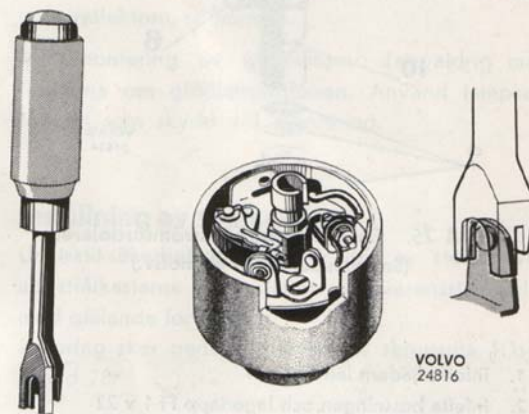

Bild 74. Justering av kontakternas anliggning.
1. Placera resitexbrickan på fördelaraxeln samt ovanpå denna fiberbrickorna, se bild 71. Smörj och placera centrifugalregleringsvikterna på plats. Sätt på låsfjädrarna. Ang. smörjning se bild 74.
5. Har byte av kontakter skett, se till att de nya kontakterna ligger rätt i höjdläget samt att de planar väl mot varandra. Planskränkningen sker med skränkverktyg (exempelvis Bosch EFAW 57 eller likn.). Endast den fasta kontakten får böjas enl. bild 74. Justera avståndet och kontrollera kontakttrycket.